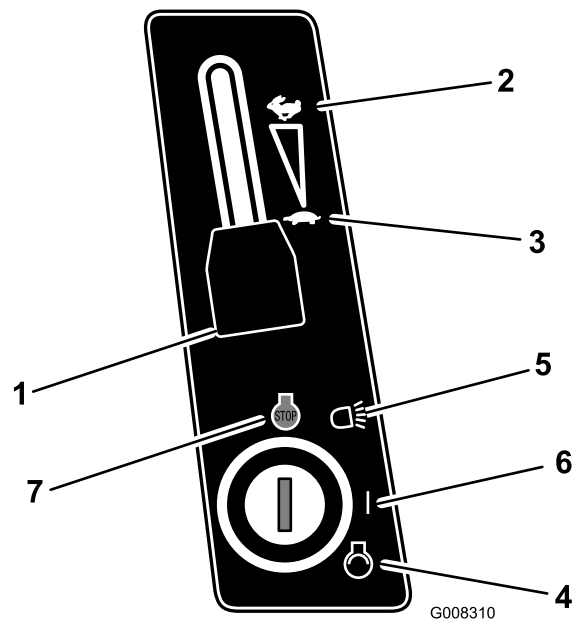

Bild 12
5. Stellen Sie den Gasbedienungshebel beim Anlassen eines kalten Motors auf Choke (Bild 12).
6. Stellen Sie den Gasbedienungshebel auf Langsam (Bild 12).
7. Drehen Sie den Zündschlüssel nach rechts und halten ihn auf Start (Bild 12). Lassen Sie den Schlüssel los, wenn der Motor anspringt.
8. Schieben Sie den Gasbedienungshebel, sobald der Motor angesprungen ist, langsam auf Schnell (Bild 12).
1. Stellen Sie dann den Gasbedienungshebel auf Langsam“ (Bild 12).
2. Drehen Sie den Zündschlüssel auf Aus“ (Bild 12).